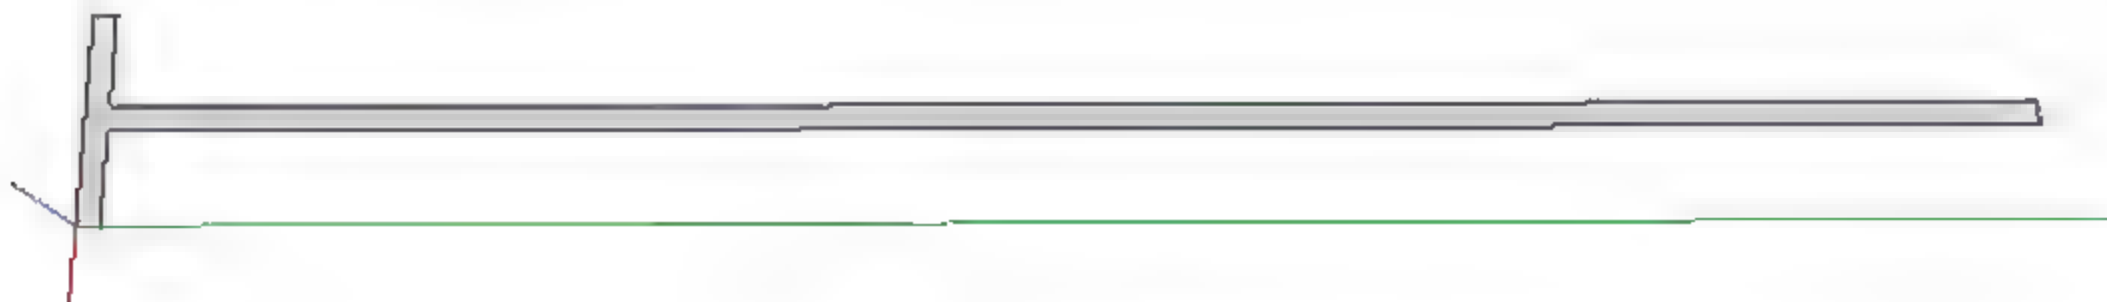

图 8.1.2 连线成面
(2) 在菜单栏中选择“直线”命令，沿着已绘制的辅助线框依次连接各点形成一个基础底面，如图 8.1.2 所示。